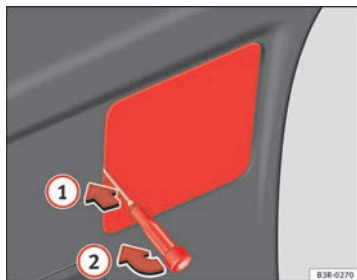

Fig. 234 Retirer le cache du revêtement du hayon
- Introduisez le tournevis dans l'évidement du cache ⇒ fig. 234 ① et retirez le cache ②.